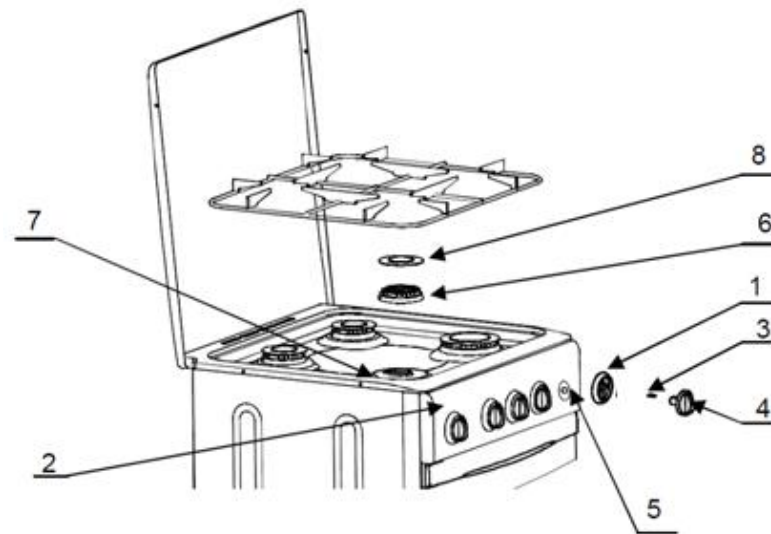

Рисунок 10 – Сборка горелок и ручек плиты
7.1 Управление работой горелок осуществляется с помощью ручек (4), надетых на валы кранов (5) (см. рисунок 10). Краны обеспечивают плавную регулировку пламени, а также работу горелок в режимах «Большое пламя» и в фиксированном режиме «Малое пламя».